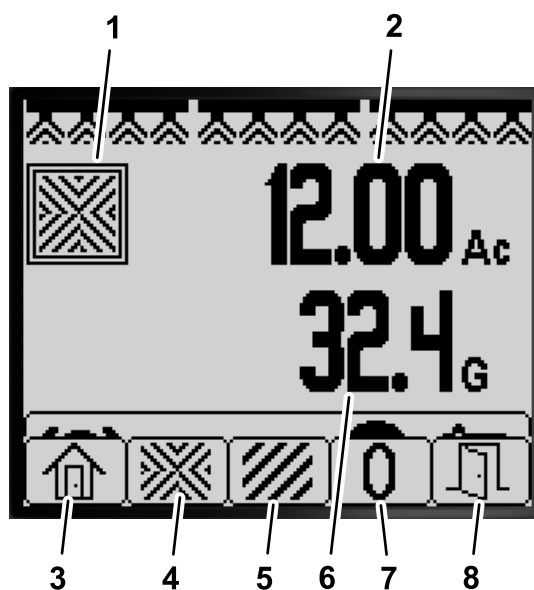

Figure 76
- Dans l'écran d'accueil, appuyez momentanément de manière prolongée sur un bouton pour ouvrir la barre de menu (Figure 75 et Figure 76).
- Appuyez sur le bouton 2 pour ouvrir l'écran Superficie totale (Figure 76).
3. Utilisez les boutons de l'InfoCenter (Figure 76) pour effectuer les actions suivantes :